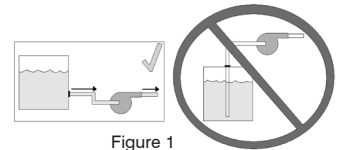

Figure 1
Your Little Giant pump is delivered to you pretested from the factory. In order to prevent damage to the ceramic impeller shaft during shipping, the impeller (item 4) has not been assembled within the pump head. The pump may be installed in any position. It may be mounted vertically with the pump head down. Proper plumbing connections should be made. See specification table to determine what size intake and discharge your pump has. Use a thread sealer on all pipe connections and hand tighten only. Note: a roll of PTFE pipe seal tape is supplied. Do not use a wrench to tighten the connections. Excessive force may damage the plastic part. Make sure the bolts are tight before operating the pump. The motor nameplate lists all data. Make sure the pump is wired according to diagram under wiring compartment cover. These pumps are not submersible. Operate the pumps only in the in-line mode. Do not put the units in liquid. Pump should be installed in a dry area and protected from splash. These pumps are not self-priming. **IMPORTANT:** These pumps must be installed so that the pump head (volute) is flooded before starting. That is, the inlet of the pump must be below the level of the surface of the liquid being pumped. (See Figure 1.)
Ces modèles ne sont cependant pas submersibles. Ne faire fonctionner les pompes qu'en série et ne pas les immerger. Elles devraient être placées dans un endroit sec à l'abri des éclaboussures. L'autoamorçage n'est pas disponible pour ces modèles. La pompe doit être installée de façon à ce que la volute soit remplie au moment de l'amorçage. Ne pas entraver son aspiration. S'assurer que les tuyaux utilisés pour l'aspiration sont du diamètre correspondant aux filets intérieurs de la prise d'aspiration. Si un débit plus faible est requis, réduire le refoulement et non l'aspiration (Fig. 1). La meilleure façon de réduire le débit d'une pompe est d'installer une vanne de sortie ou un dispositif semblable sur le tuyau de refoulement. Lorsqu'une telle vanne est utilisée, vous pouvez augmenter le régime de la pompe et ainsi obtenir la pression et le débit voulus sans enjammer le moteur ni les pièces de la pompe. Éviter d'installer la pompe où elle pourrait être claboussée ou arrosée.
Estas bombas no son sumergibles. Use las bombas sólo en el modo En-línea. No coloque las unidades en líquido. La bomba se debe instalar en un área seca y protegida contra salpicaduras. Estas bombas no son modelos autocebantes. Deben instalarse de tal manera que la cabeza de bombeo (voluta) se encuentre inundada al momento en que la bomba se ponga en marcha (Fig. 1). No restrinja el lado de la toma de la bomba. Las conexiones en el lado de la toma no deben hacerse con un tubo, manguera o tubería de diámetros interiores menores que el diámetro interior de toma según la designación de rosca de la toma. Si se requiere un flujo reducido, restrinja el lado de la descarga. El método apropiado para reducir el flujo de la bomba es la instalación de una válvula u otro tipo de dispositivo de restricción en el lado de la descarga. Cuando se use una válvula, el flujo de la bomba puede estrangularse a fin de proporcionar diversos niveles de flujo y presión sin dañar el motor ni las partes de la bomba.